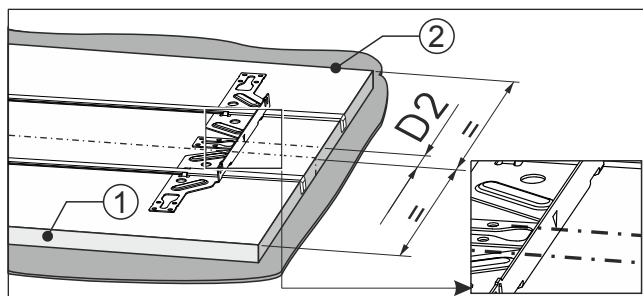

Fig. 92
- Markeringen på monteringstraversen ligger på markeringen Fig. 92 (D2).